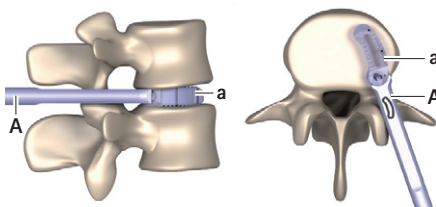

Afb. 9 Implantaat in vulhouder
- Implantaat **a** in vulhouder **E** leggen, zie Afb. 9. Daarbij op implantaatlengte letten (opschrift op de vulhouder: L26/L30/L34).